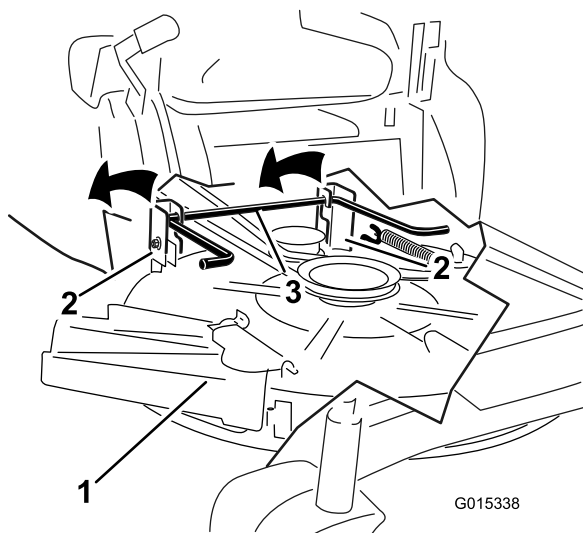

Figure 54
- 5. Soulevez et déposez le tablier de coupe et les supports de la tige de levage arrière et abaissez le tablier au sol avec précaution (Figure 54).
5. Soulevez l'arrière du tablier de coupe et guidez les supports sur la tige de levage arrière (Figure 54).